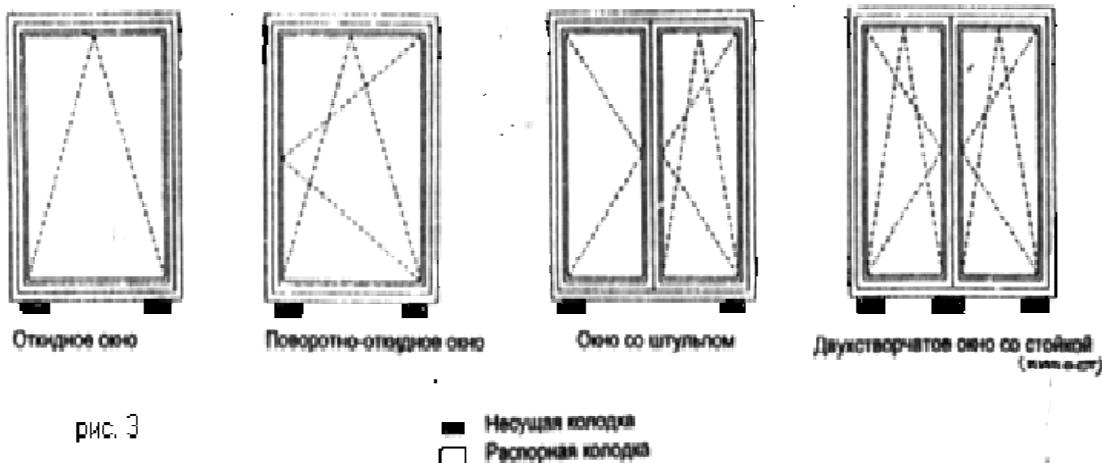

рис. 3
- 2.8. Подобрать толщину несущих и распорных колодок (рис. 3) – можно использовать подкладки под стеклопакет.
- 2.12. Вставить раму в проём. Через отверстия в **боковых** сторонах рамы просверлить отверстия в стене. Вставляя распорные и несущие колодки (рис. 3), закрепить дюбелями (или монтажными анкерами), не допуская деформации рамы (прогиб – не более 1 мм).